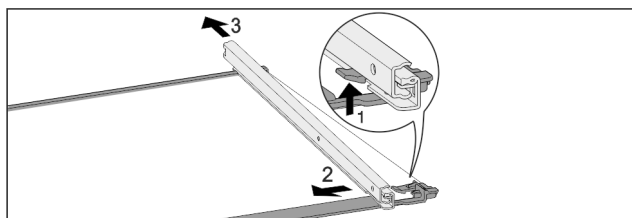

Fig. 191 Tablette en verre avec rails
- Pousser le crochet d'enclenchement avant vers le bas. Fig. 191 (1)
- Pousser le rail télescopique vers le côté Fig. 191 (2) et vers l'arrière Fig. 191 (3).